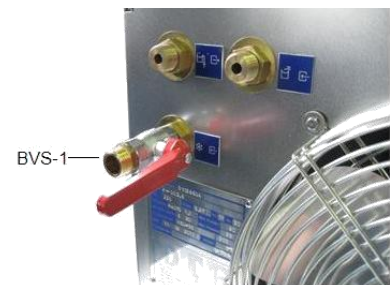

Abbildung 4.17
1. Stellen Sie den Kugelhahn (BVS-1) auf „open“, (siehe Abbildung 4.17).